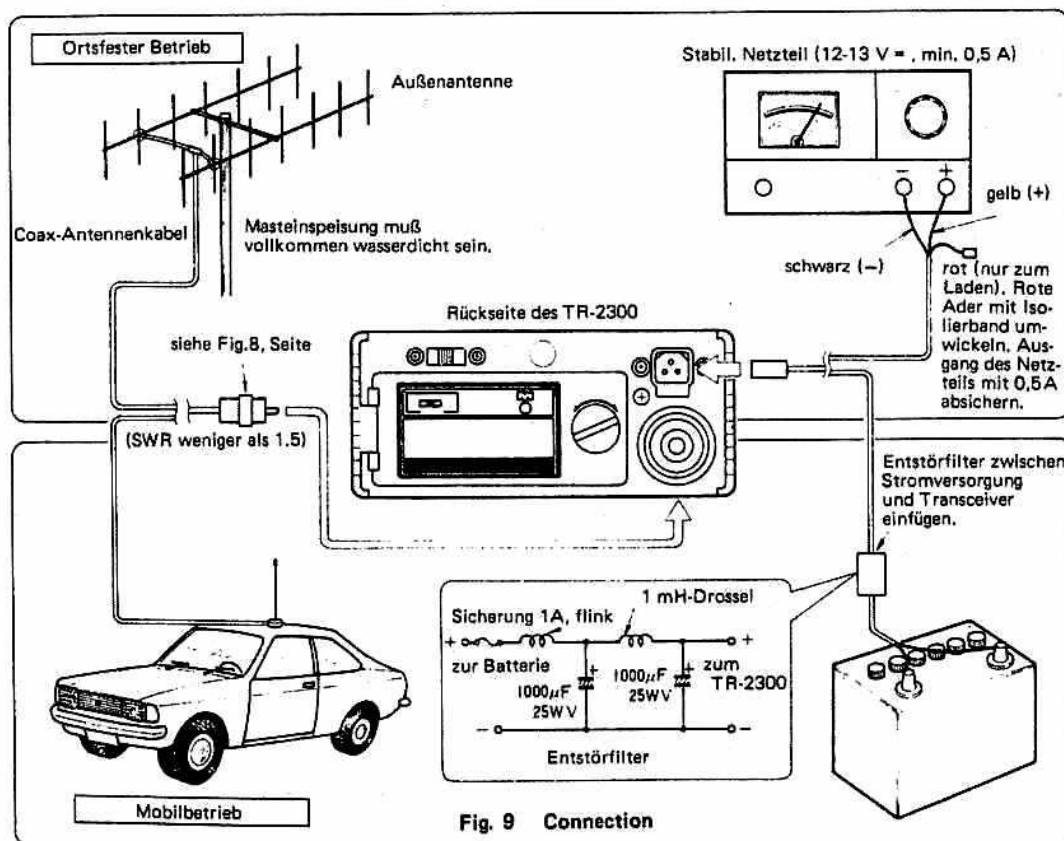

Fig. 9
Bei Mobilbetrieb wird unbedingt empfohlen, ein Entstörfilter zwischen Verteilerdose (Sicherungskasten) und Transceiver in Reihe zu schalten. Siehe Fig. 9. Noch einfacher ist der Anschluß des Transceivers an eine separate Steckdose am Armaturenbrett oder an der Steckdose des Zigarrenanzünders. Hierbei ist ein Zwischenstecker erforderlich, der im Kfz-Zubehörhandel erhältlich ist. Auch in diesem Fall sollte ein Entstörfilter zwischengeschaltet werden.
- (1) Zur Stromversorgung des Transceivers bei ortsfestem Betrieb wird ein stabilisiertes Netzteil empfohlen, obgleich auch mit dem eingebauten Batteriesatz gearbeitet werden kann. Bei einem stabilisierten Netzteil entfällt die laufende Kontrolle der Betriebsspannung. Zum Anschluß des Transceivers an das Netzteil ist das mitgelieferte Stromversorgungskabel, wie in Fig. 9 gezeigt, zu verwenden. Das Netzteil muß eine ausreichend ge-siebte und stabilisierte Gleichspannung von 12 - 13 V bei 0,5 A oder mehr liefern. Der Ausgang des Netzteils ist entsprechend abzusichern.